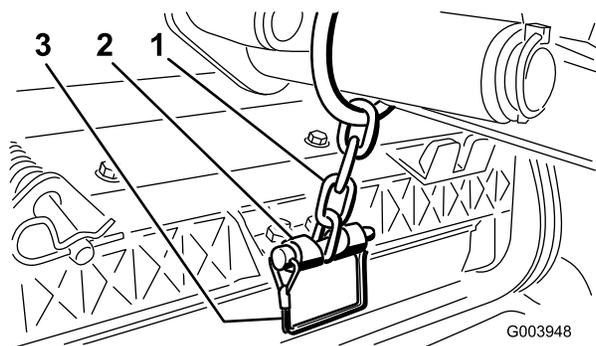

Figura 12
13. Fissate la catena del braccio di sollevamento alla staffa della catena, usando il perno di ritenuta (Figura 12).